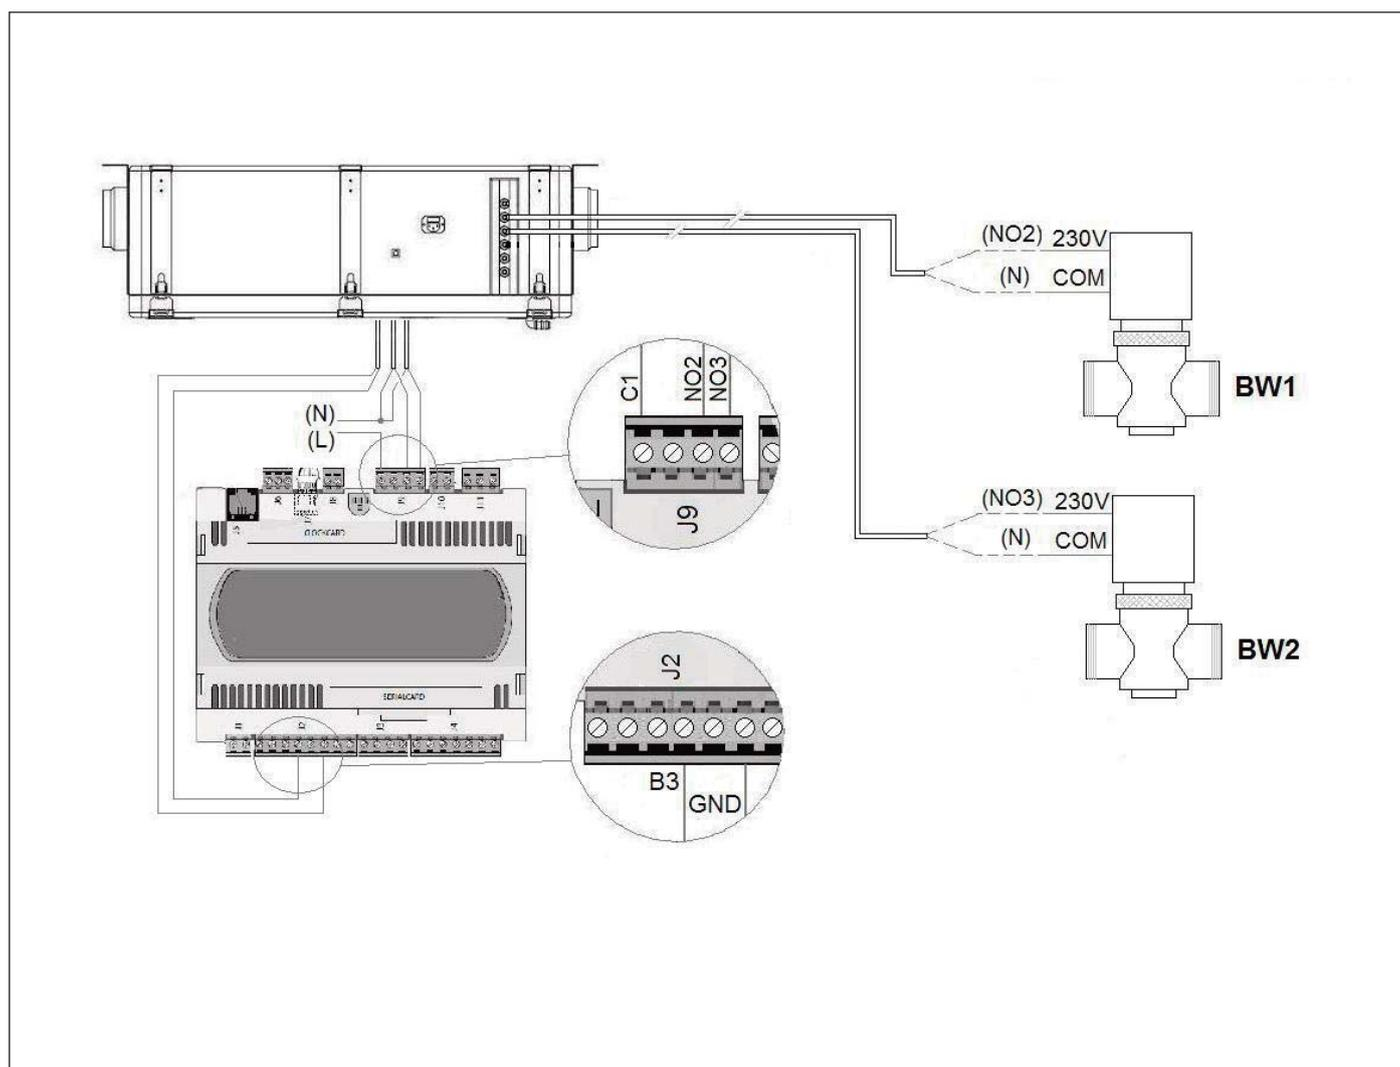

fig. 12
- Le connessioni e i cavi usati per esse sono a cura di chi installa (fig.12).
- Connections and cables shall be carried out by the installer (fig.12).